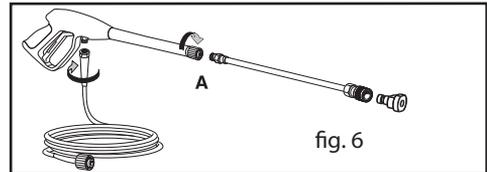

fig. 6
2. Koble høytrykksslangen til pistolen. Sett lensen inn i pistolen. (fig.6). Sett dysen inn i lansens. (fig.2A).